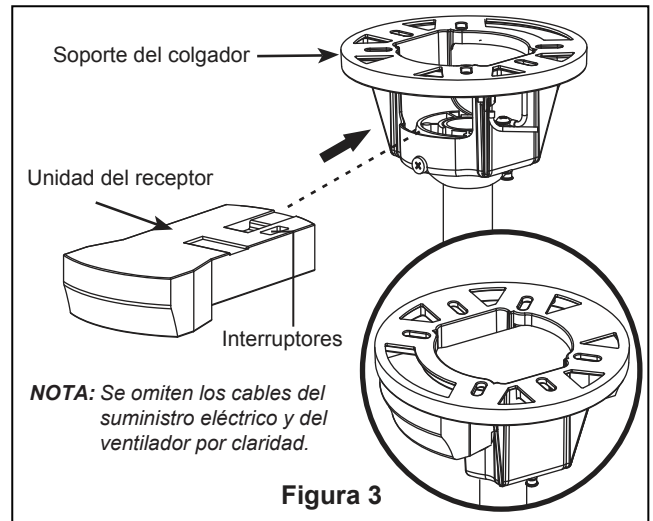

Figura 3
- ☐ 2. Deslice el receptor en el soporte de suspensión antes de realizar el cableado como se muestra en la figura 3.